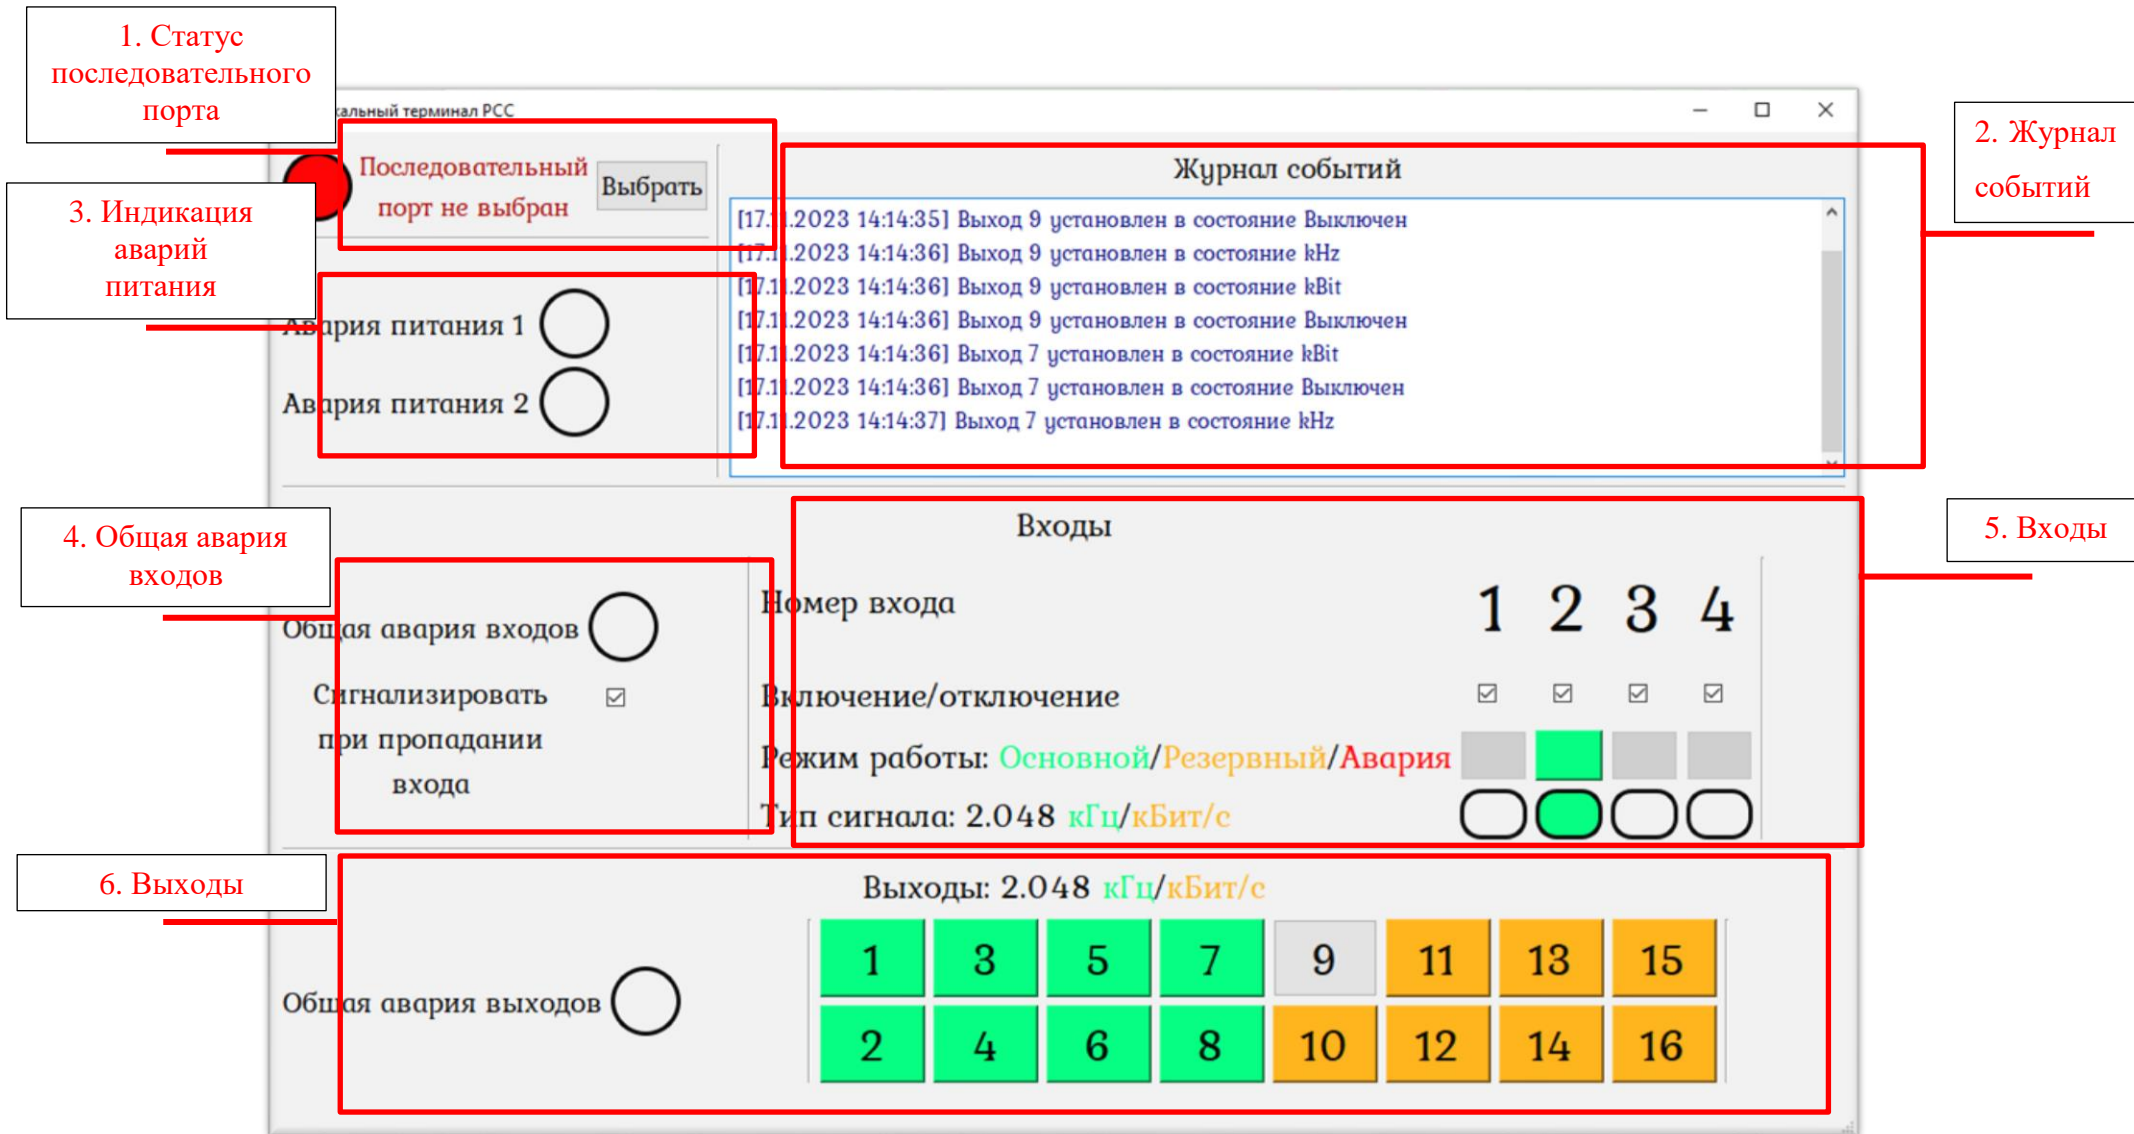

Рисунок 3.1
3.2.1. Обобщенная структура пользовательского интерфейса приведена на рис. 3.1.
3.2.3. Основное окно делится на следующие структурные блоки (см. рис. 3.1), описанные в разделе 3.3: